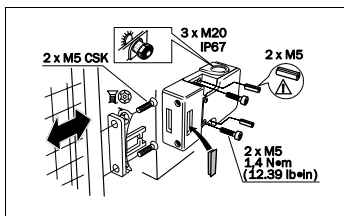

Fig. 1 : Montage de l'interrupteur de sécurité
- Fixer l'interrupteur de sécurité avec 2 vis M5, serrer à 1,4 Nm (voir Fig. 1).